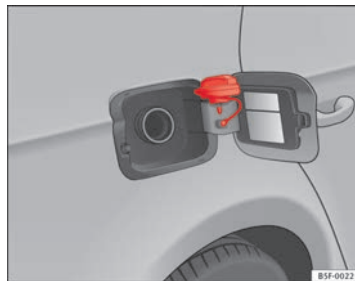

Abb. 111 Tankklappe mit aufgestecktem Tankverschluss
- Platzieren Sie den Verschluss in der Aussparung, die sich im Scharnier des geöffneten Tankdeckels befindet ⇒ Abb. 111.